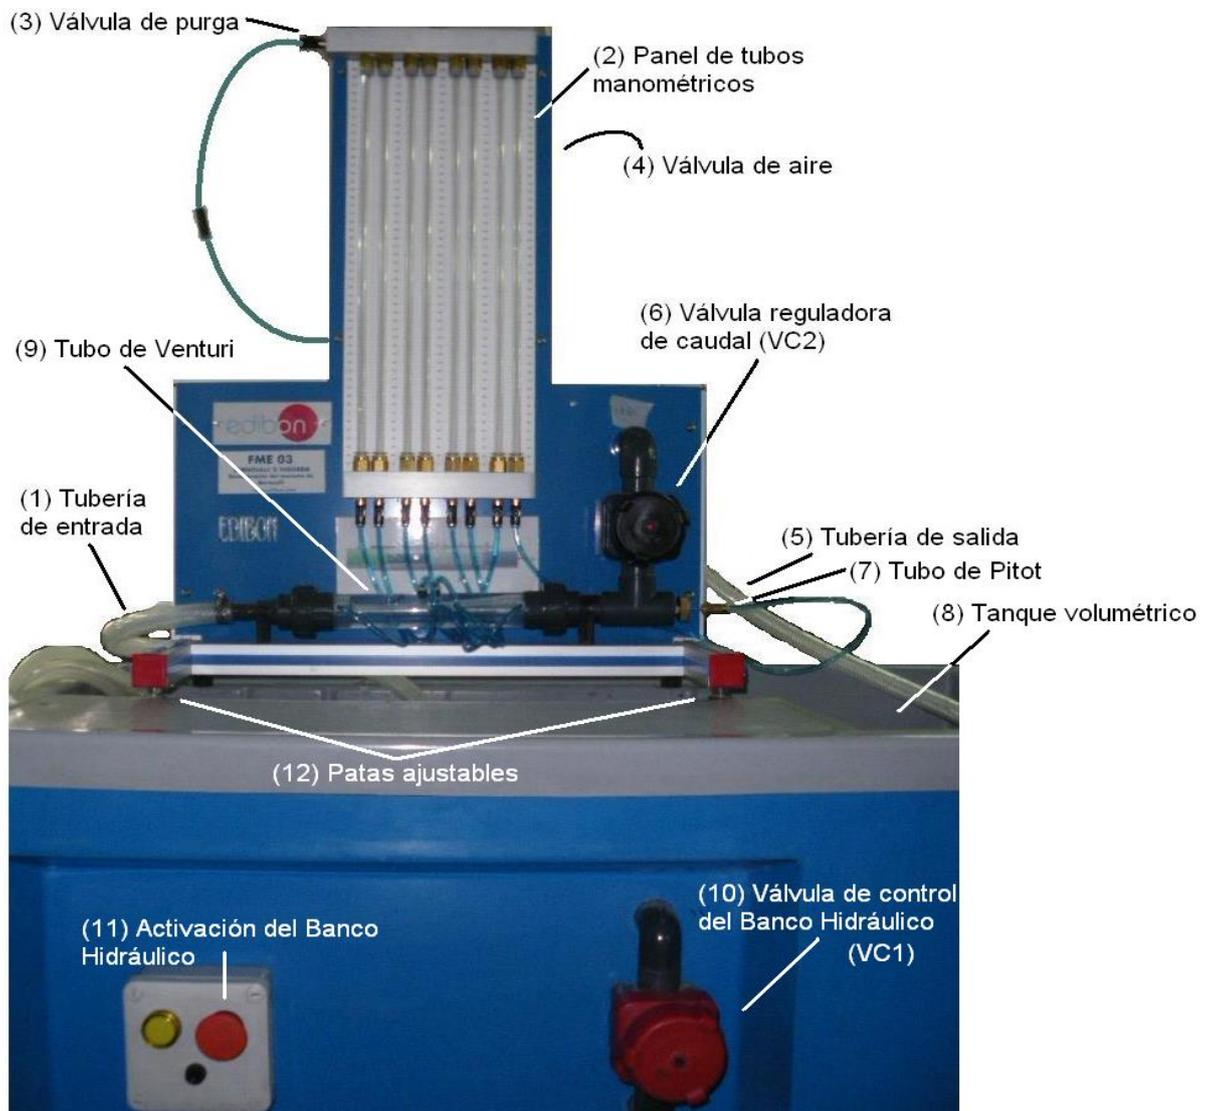

Figura 7.1.1.1: Vista general del equipo
Para realizar las prácticas, el equipo se montará sobre la superficie de trabajo del banco tal y como se observa en la figura 7.1.1.1. Tiene patas ajustables para nivelar el equipo (12).